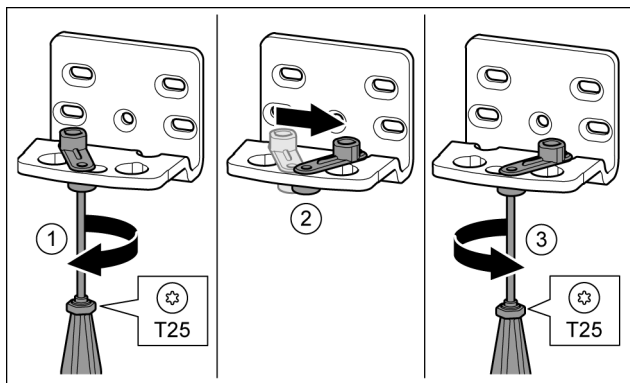

Fig. 12
- ▶ Šroubovákem T25 volně přišroubujte šroub. Fig. 12 (1)
- ▶ Zvedněte pomůcku zavírání dveří a v otvoru ji otočte o 90° doprava. Fig. 12 (2)
- ▶ Šroubovákem T25 šroub pevně utáhněte. Fig. 12 (3)